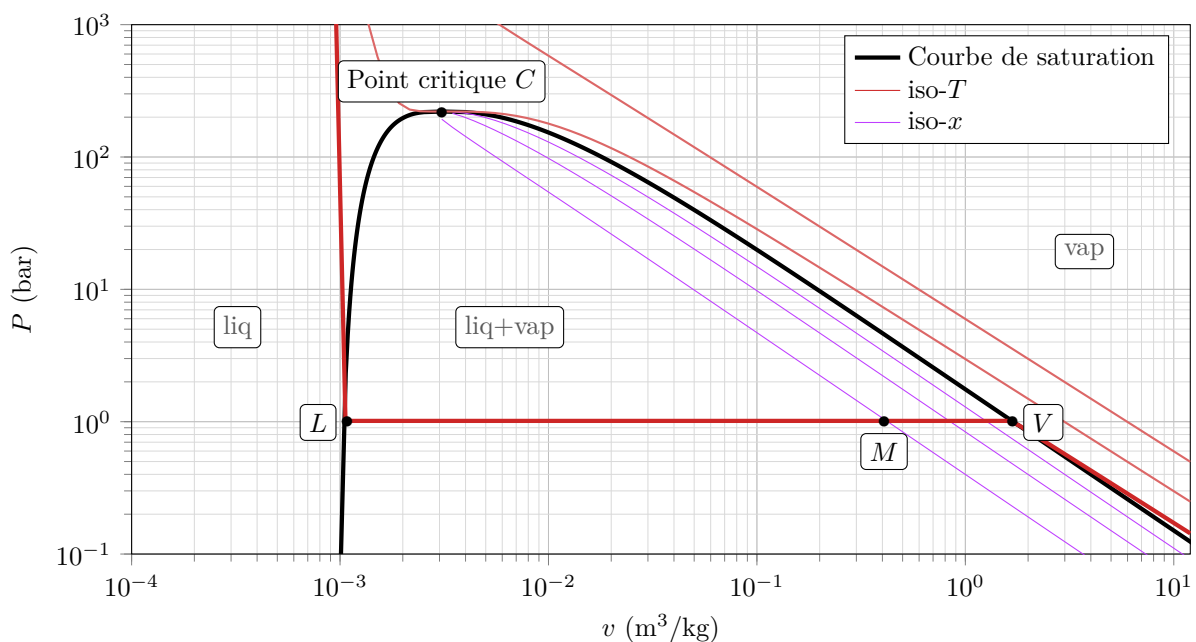

Figure 1 – Diagramme de Clapeyron de l'eau.
**Importance de la courbe de saturation :** Pour fixer les idées, supposons que le système soit diphasé sous une pression  $P = 1$  bar : son point représentatif est par exemple le point  $M$  de la figure 1.
Considérons le système représenté par le point  $M$  du diagramme de Clapeyron de la figure 1. Déterminer le titre en vapeur.